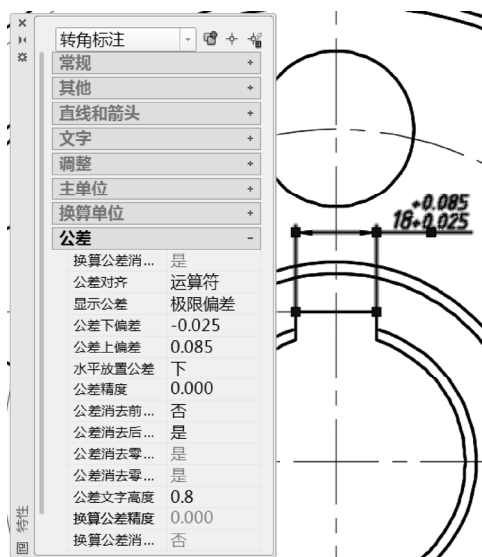
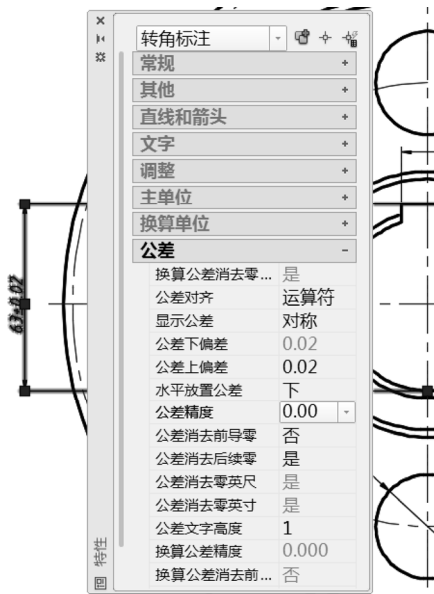

图 13-82 为选定的一个尺寸设置尺寸公差
图 13-83 为另外选定的一个尺寸设置尺寸公差
27) 使用“特性”选项板为指定尺寸添加尺寸公差。按〈Ctrl+I〉快捷键快速打开“特性”选项板，或者在“快速访问”工具栏中单击“特性”按钮以打开“特性”选项板，在图形窗口中选择一个数值为“18”的距离尺寸，在“特性”选项板的“公差”选项组中，从“显示公差”的选项框中选择“极限偏差”，设置公差上偏差为“0.085”，公差下偏差为“-0.025”，公差精度为“0.000”，公差文字高度为“0.8”，如图 13-82 所示。将鼠标指针置于图形窗口中，按〈Esc〉键退出当前选择。再使用同样的方法利用“特性”选项板为图 13-83 所示的一个尺寸添加尺寸公差，其尺寸公差为对称公差。